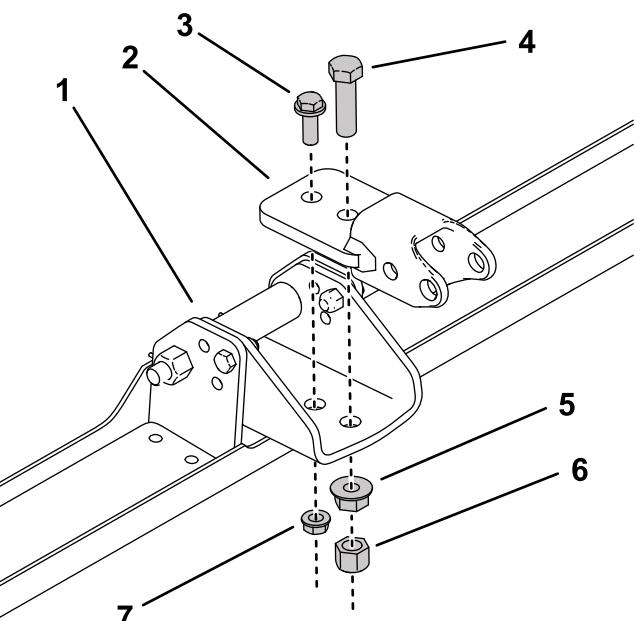

图 3
1. 使用大螺栓 $\frac{1}{2}$ x $1\frac{3}{4}$ 英寸、凸缘螺母 $\frac{1}{2}$ 英寸、六角螺母 $\frac{1}{2}$ 英寸、小螺栓 $\frac{3}{8}$ x 1 英寸和凸缘螺母 $\frac{3}{8}$ 英寸将拉杆总成松松地安装到后清扫机总成的前孔中如图 3 所示。